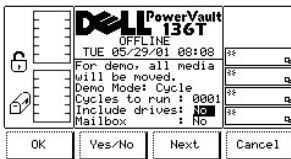

**Abbildung 107. "Service" > "Library" > "Exercise" > "Demo" > "Cycles to run"**
- 1 Wenn die Taste unter dem Softkey **Next** gedrückt wird, wird das nächste Feld der Liste zum aktiven Feld (siehe Abbildung 107). Wenn das Ende der Feldliste erreicht ist, wird das aktive Feld wieder zum ersten Feld in der Liste (siehe Abbildung 106).